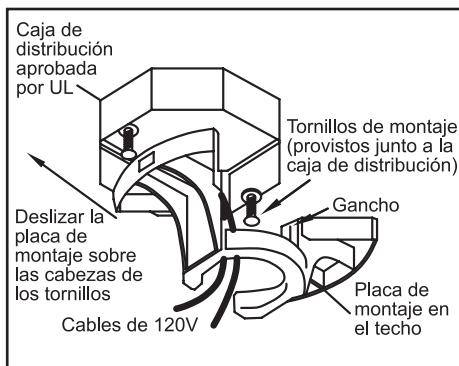

Figura 5
1. Pasa los cables de suministro de 120 voltios a través del orificio central de la placa de montaje del techo como se muestra en la Figura 5.
2. Instala la placa de montaje del techo en la caja eléctrica deslizando la placa de montaje sobre los dos tornillos provistos con la caja eléctrica (Figura 5). Cuando uses un montaje cerca del techo, es importante que la placa de montaje esté nivelada. Si es necesario, usa arandelas niveladoras (no incluidas) entre el soporte de montaje y la caja eléctrica. Nota que el lado plano del soporte de montaje está hacia la caja eléctrica (figura 5).